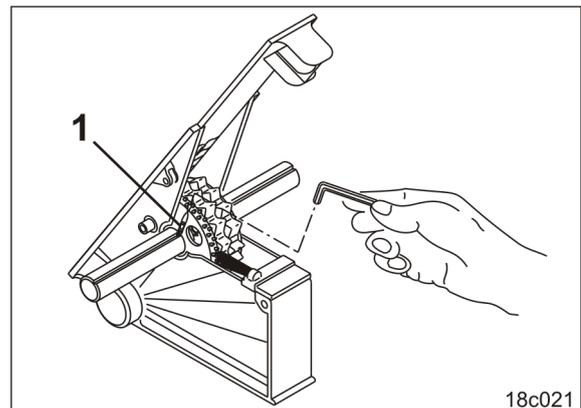

Fig. 225
3. Die Innensechskantschrauben (Fig. 225/1) der neuen Fahrgassensäräder soweit lösen, bis sich die neuen Fahrgassensäräder frei auf der Säwelle drehen lassen.